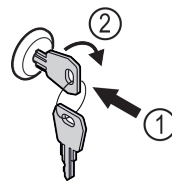

Fig. 173
- ▶ Sleutel erin duwen. Fig. 173 (1)
- ▶ Sleutel 90° rechtsom draaien. Fig. 173 (2)